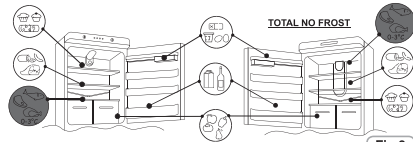

Fig. 8
• Para manter o melhor sabor, nutrição e frescura dos alimentos, é aconselhável armazená-los no compartimento do frigorífico, como mostrado na FIG. 8, certificando-se de que todos estão envolvidos em folha de alumínio, película plástica ou dentro de recipientes adequados bem fechados, para evitar a contaminação cruzada.